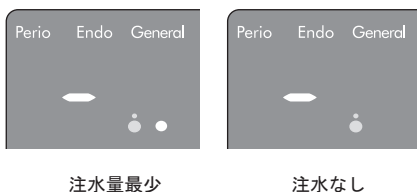

図25
- ・水量のバーグラフは、青色ランプ1つ白色ランプ1つ点灯時が最少です。青色ランプのみの点灯時は注水が止まります。（図25）